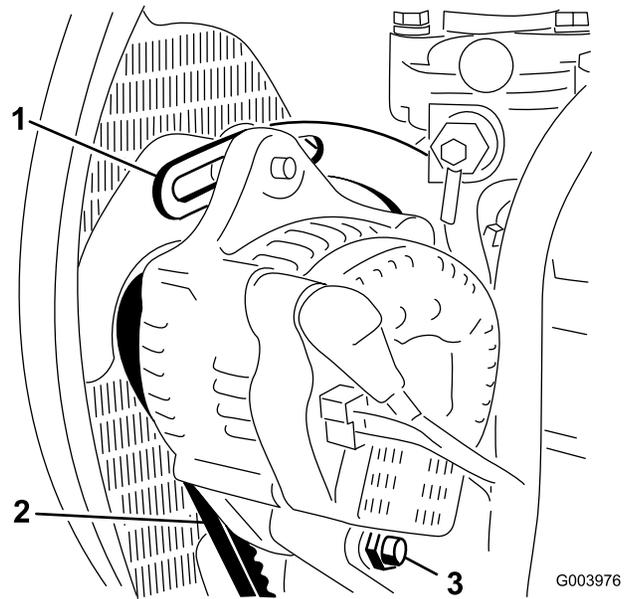

図 76
2. オルタネータ側プーリとクランクシャフト側プーリ間の中央部(図 76)でベルトを指で 10 kg程度の力で押して点検する。
3. ブレースをエンジンに固定しているボルト(図 76)と、オルタネータをブレースとピボットボルトに固定しているボルトをゆるめる。